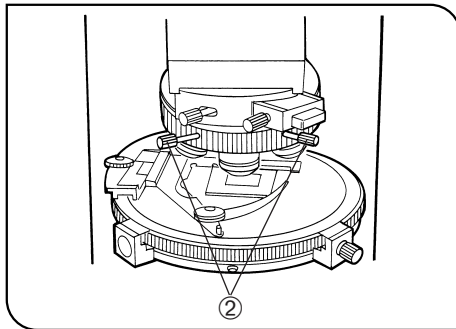

Fig. 27
7. Insira as duas chaves de centragem ② fornecidas nos orifícios de centragem para o orifício primário com a objectiva 20X ou 10X no porta-objectivas.
8. Manipule as chaves de centragem ② para deslocar a parte central clara da imagem conoscópica para o centro do campo de visão (fig. 27)